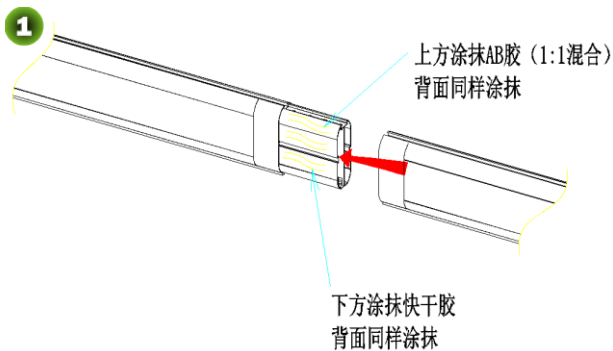

图 2-4A 涂抹胶水, 装主杆
- 2) 在凸槽杆突出部分涂抹胶水, 并把另一节杆凹槽对准插入, 粘合两杆, 如图 2-4A;